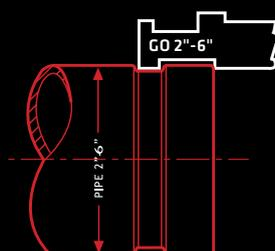

FIG. 1
- Umieść wzornik nad rowkiem i gniazdem uszczelki. Wzornik powinien być dopasowany i obejmować gniazdo uszczelki (patrz Rys. 1).